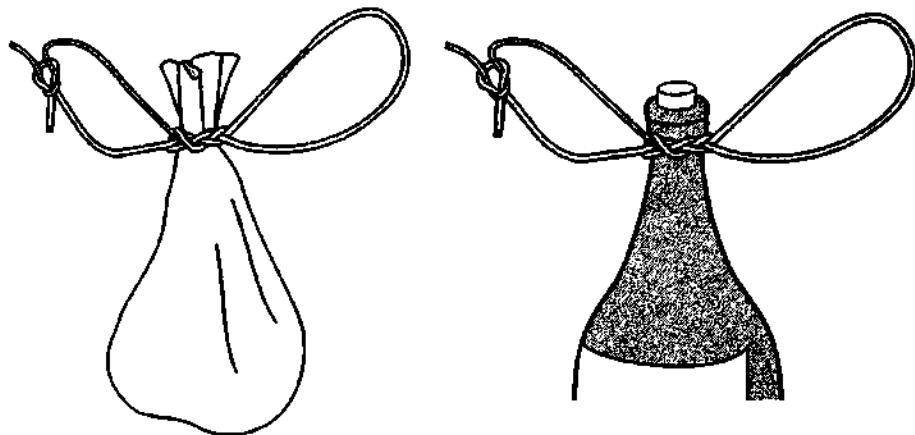

Рис. 976. Амфорный узел, завязанный на мешке и бутылке.
**Амфорный узел** представляет собой переплетение двух **простых узлов**. **Амфорный узел** используется для крепления верёвки к ёмкостям, имеющие горлышки: бутылкам, банкам, кувшинам и т. п. (рис. 976). Верёвки используются вместо ручек. С помощью **амфорных узлов** в одной руке можно одновременно нести несколько бутылок. Если **амфорным узлом** привязать тонкую бечёвку к горлышку пластиковой бутылки, то её можно использовать вместо фляжки, подвесив её к ремню. **Амфорный узел** очень сильно затягивается и надёжно держит. Свободные концы связываются **дубовым**, **прямым** или **шкотовым узлом**. Вместо **амфорного узла** вокруг горловины ёмкости можно завязать какой-нибудь **толовый узел**.